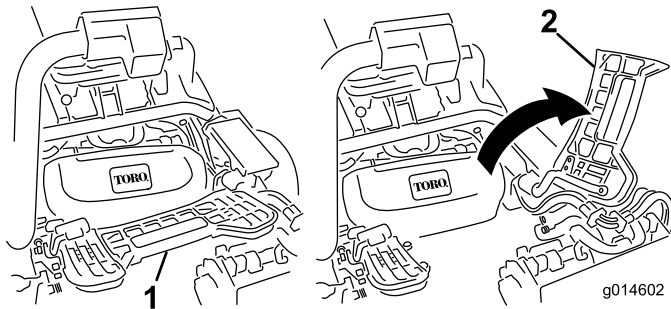

图10
3. 如果安装中间滚刀组，应提起搁脚板向上翻，以便接触到中间滚刀组位置（图10）。